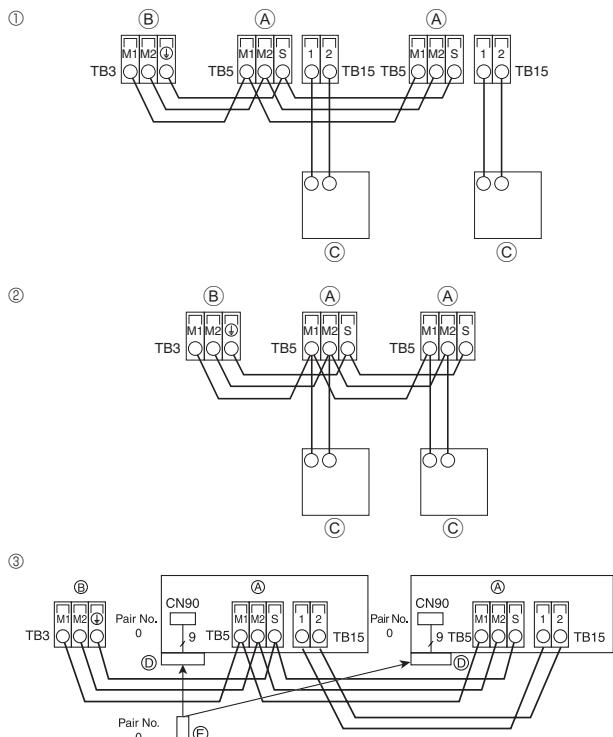
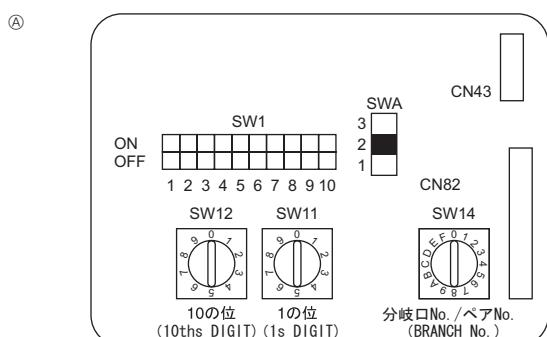

Fig. 6-3
Fig. 6-4
6.4. Collegamento del comando a distanza e dei cavi di trasmissione delle sezioni interne ed esterne (Fig. 6-3)
- ① Comando a distanza MA
- ② Comando a distanza in rete
- ③ Telecomando senza fili (se si installa il ricevitore del segnale wireless)
- ④ Morsettiera per il cavo di trasmissione interna
- ⑤ Morsettiera per il cavo di trasmissione esterna (M1(A), M2(B), ⊕(S))
- ⑥ Telecomando
- ⑦ Ricevitore segnale wireless
- ⑧ Telecomando senza fili
6.5. Impostazione degli indirizzi (Fig. 6-4)